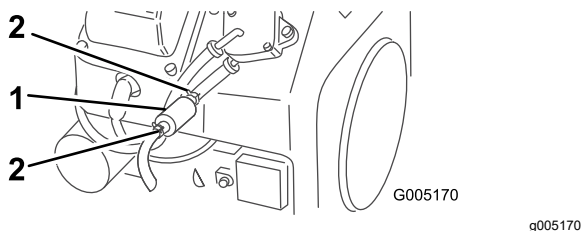

Bild 31
4. Drücken Sie die Enden der Schlauchklemmen zusammen und schieben Sie sie vom Filter weg (Bild 31).
5. Stellen Sie ein Auffanggefäß unter die Kraftstoffleitungen, um austretende Flüssigkeit aufzufangen; entfernen Sie dann den Filter von den Kraftstoffleitungen (Bild 31).